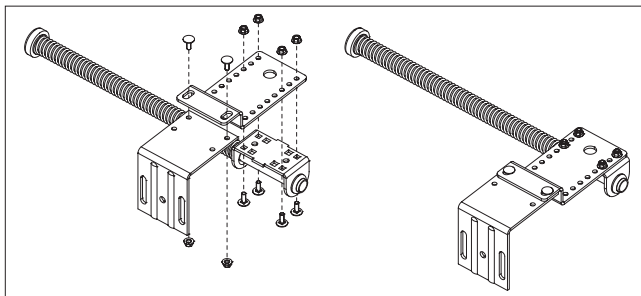

Рис.46.1
- Собрать узел пружинного демпфера (рис.46.1). Детали узла закрепить при помощи 6 болтов М6х16 с полукруглой головкой и гаек с буртиком.